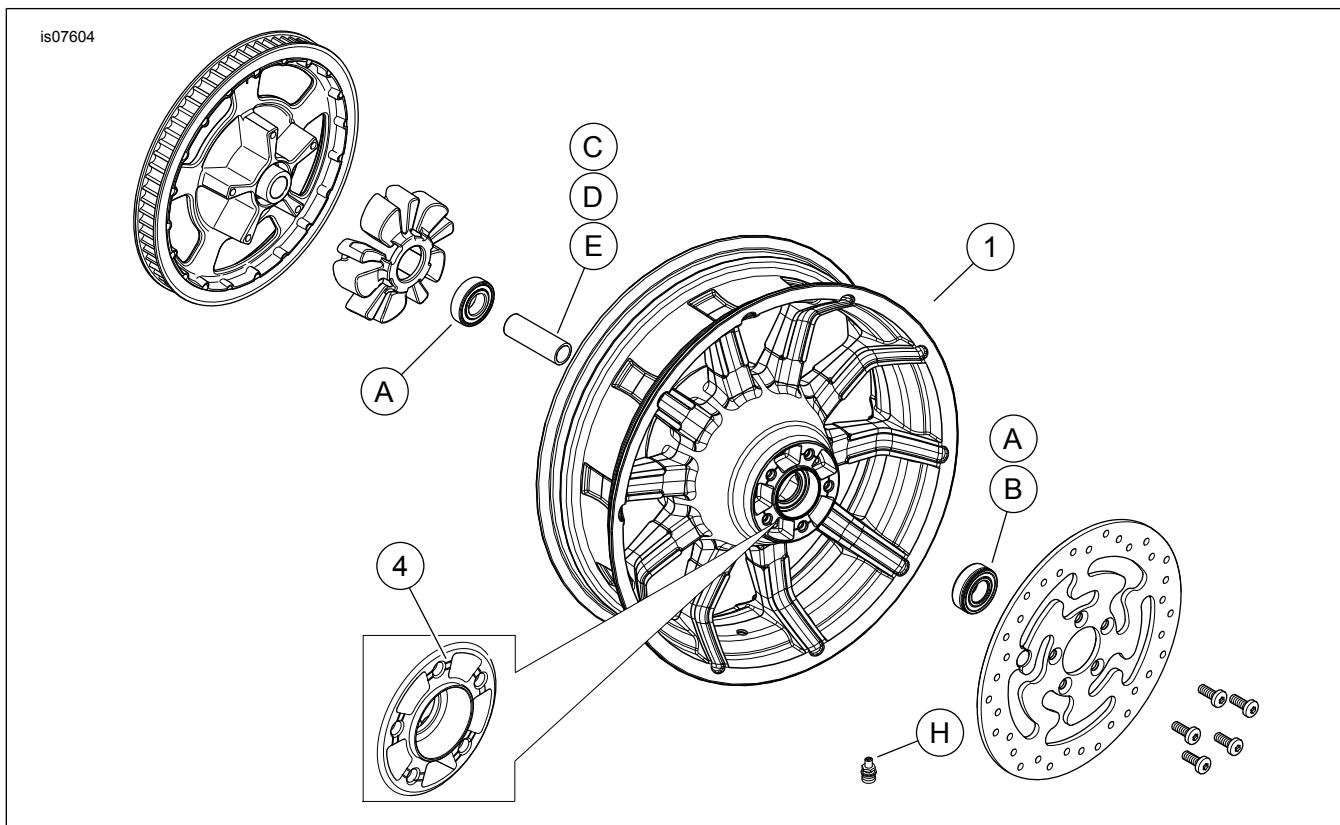

Figure 1. Pièces de rechange : Roues arrière Impeller
Ces kits incluent uniquement la roue personnalisée. Voir Figure 1 et Tableau 2.
2. Voir Figure 1. Installer l'ensemble de tige de soupape (H) sur la roue. Voir PNEUS dans le manuel d'entretien.